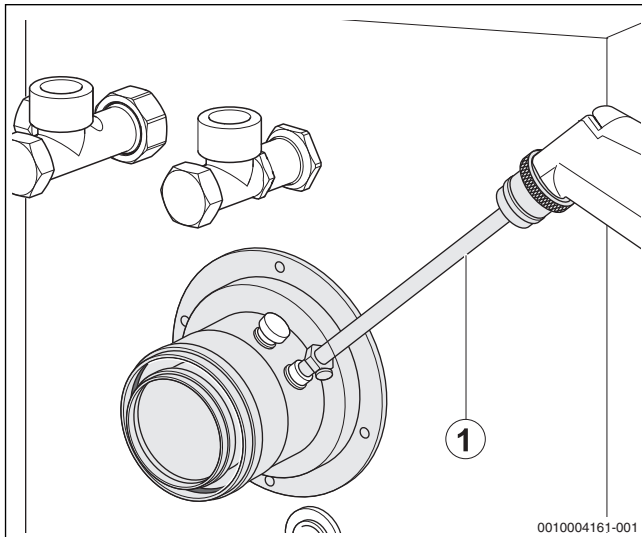

Bild 54 Messwerte aufnehmen
- ▶ Messfühler durch die Messöffnung (→ Bild 54, Seite 30) im Abgasrohr in den Kernstrom halten und CO₂-Gehalt kontrollieren.